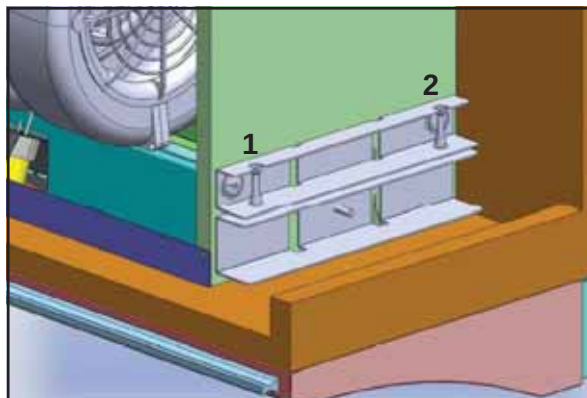

FIG.8
- 6) Installez deux (2) vis 3/16x40 dans les écrous prisonniers de chaque support d'installation supérieur. Serrez les vis pour ajuster la hauteur de la hotte jusqu'à ce qu'il n'y ait plus d'espace entre le dessous de l'armoire et l'avant de la hotte (Fig. 8). Une fois que la hotte est à son emplacement définitif, serrez totalement la vis du support d'installation inférieur de l'étape 6 (Fig. 7-1).